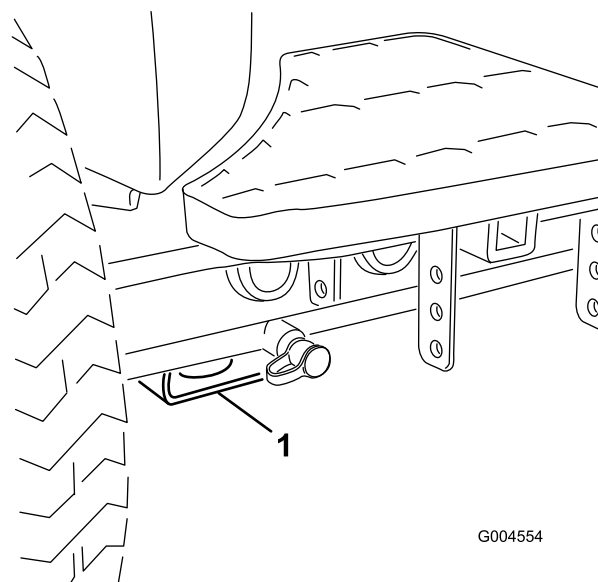

Figure 20
- Avant – patin rectangulaire sous le tube d'essieu, à l'intérieur de chaque roue avant (Figure 20).